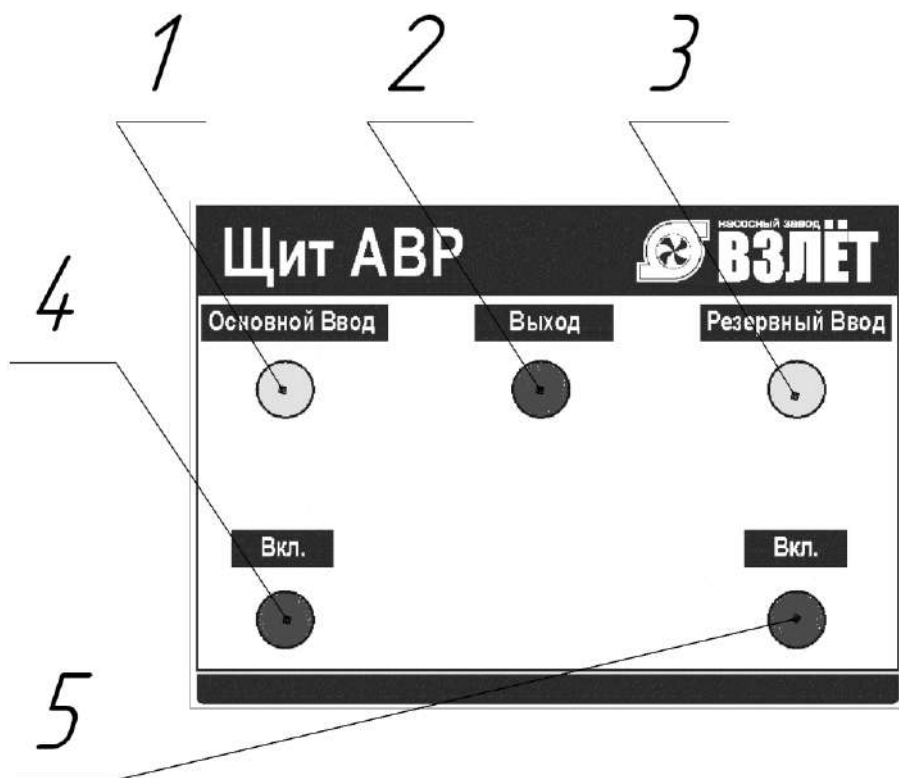

Рис. 1 Общий вид щита АВР.
6.2. При подключении основной питающей линии следует проверить порядок чередования фаз. Если подключение правильное, при включении автомата QF1 включится пускатель KM1, загорится светодиод «Основной ввод» (рис. 1. поз. 1), загорится светодиод «Вкл» основного ввода (рис. 1. поз. 5), загорится светодиод «Выход» (рис. 1. поз. 2).